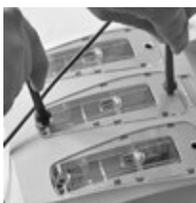

Figura 22
- Verifique as condições dos elos-fusíveis através do detector de tensão, por exemplo (Figura 22);